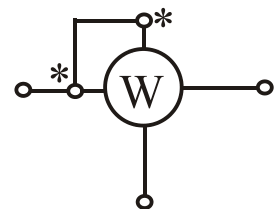

Рисунок 2
10. Як називається вимірювальний прилад, умовне зображення якого наведено на рис.2 і яку величину він вимірює?